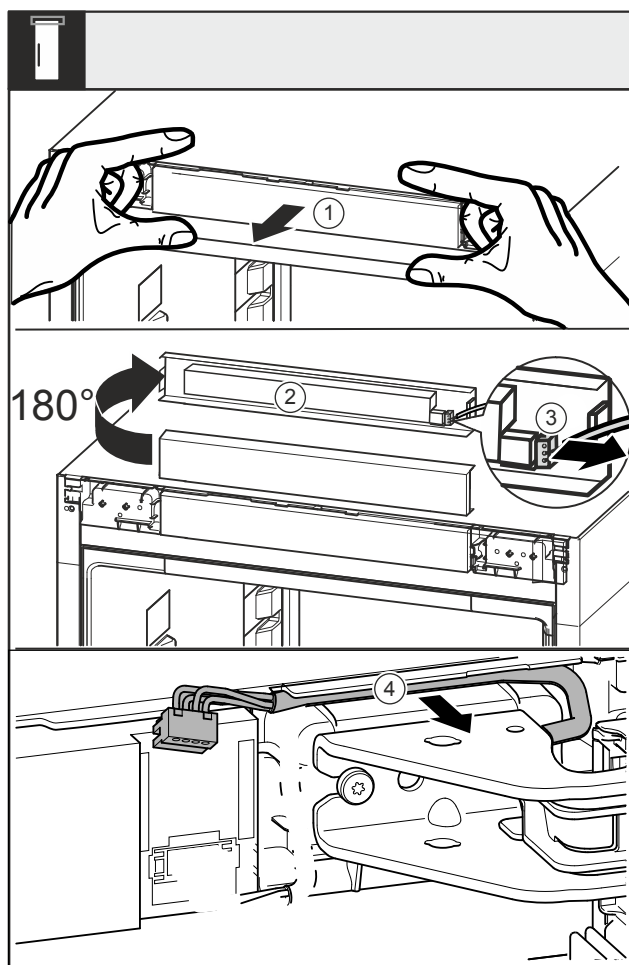

Fig. 17
- Afloje la tapa ciega Fig. 17 (1) hacia delante.
- Gire la tapa ciega Fig. 17 (2) hacia arriba 180°.
- Presione la lengüeta de retención en el conector macho Fig. 17 (3) hacia atrás y extraiga el conector macho con cuidado.
- Suelte el cable Fig. 17 (4) de la guía a través del soporte del cojinete.